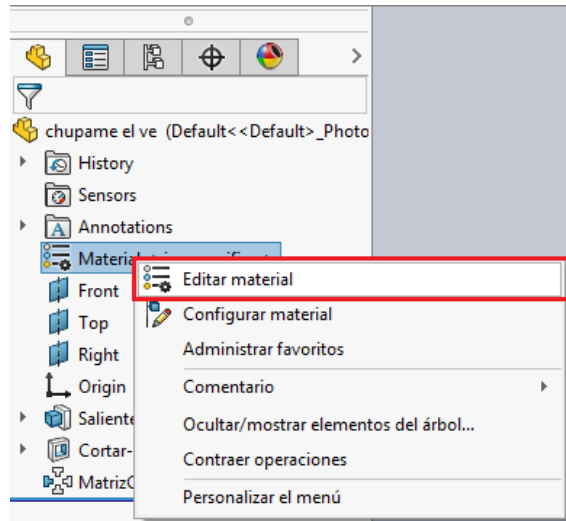

Ilustración 78
Paso 1: Se utiliza la pieza anterior, se da clic derecho en **Material** en el **Gestor de diseño** y se elige la opción **editar material** (ver ilustración 78)